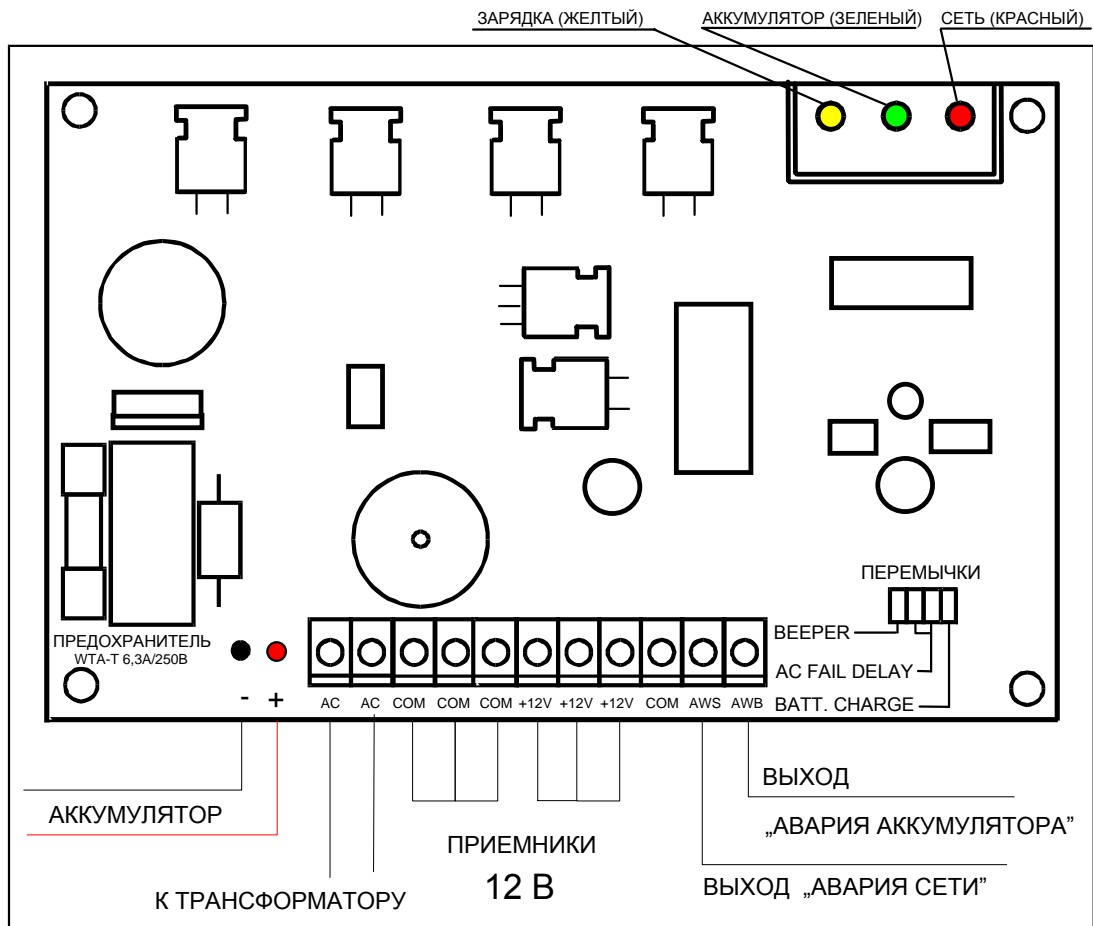

Рис. 1. Вид платы блока питания с выводами
- 5) Установить плату блока питания на дистанционных колышках, а плату с светодиодами LED закрепить винтами к крышке корпуса – цвета светодиодов LED описаны на рис. 1.